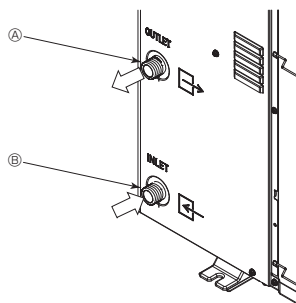

Fig. 6-1
6.1. Připojení vodního potrubí (Fig. 6-1)
- Umístění vstupního a výstupního potrubí je znázorněno na Fig. 6-1.
[Fig. 6-1]